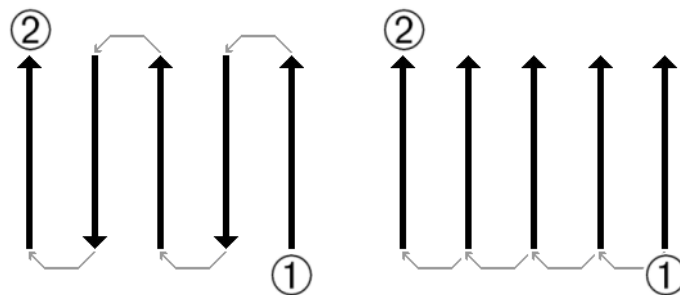

Abbildung 46: Festgelegte Laufrichtung
In der Abbildung 46 sind die Varianten nochmals schematisch dargestellt. Die Suche beginnt jeweils im Startpunkt ① und endet im Punkt ②.